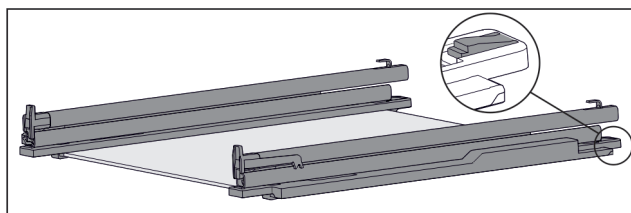

Fig. 52 Skleněná deska s kolejničkami a přídržnými díly
- ▶ Přídržný díl vzadu stlačte dolů (viz Fig. 52) a současně zasuňte kolejničku dozadu.